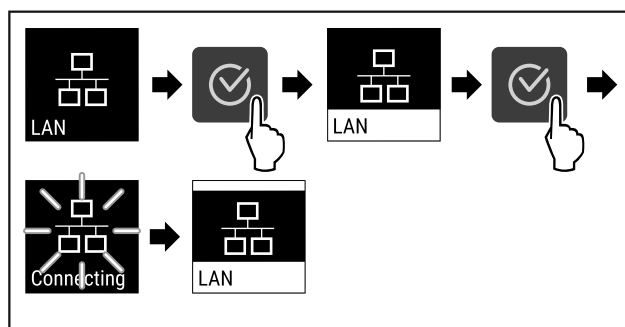

Fig. 90
- ▶ Suivre les étapes (voir Fig. 90).